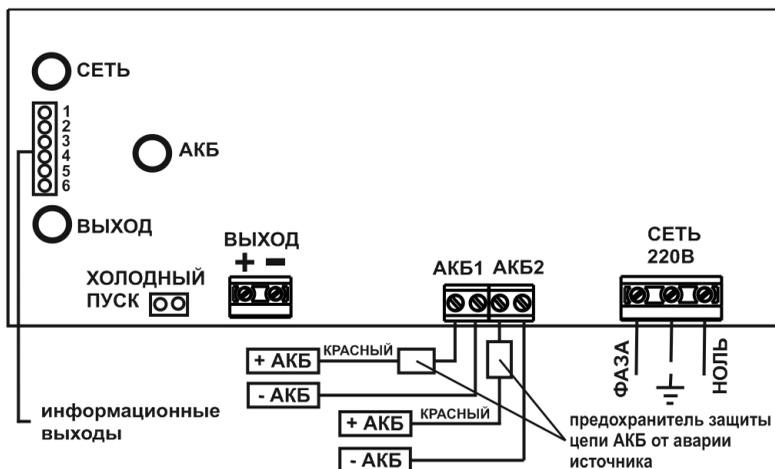

Рисунок 1 - вид изделия с открытой крышкой
**Изделие представляет собой** стабилизированный источник питания, размещенный в корпусе со съемной крышкой. При открытой крышке (см. рисунок 1) осуществляется доступ к печатной плате с установленными на ней выходной колодкой, сетевой колодкой, колодками для подключения АКБ1 (основной) и АКБ2 (дополнительной), контактами «ХОЛОДНЫЙ ПУСК» и выходами типа «открытый коллектор». Под пластиковым окном крышки корпуса расположены индикаторы «СЕТЬ» зеленого цвета, «АКБ» зеленого цвета и «ВЫХОД» зеленого цвета, свидетельствующие о состоянии работы источника.
Выполните подключение внешних цепей к изделию в соответствии с назначением клемм подключения (Рисунок 1) в следующей последовательности: